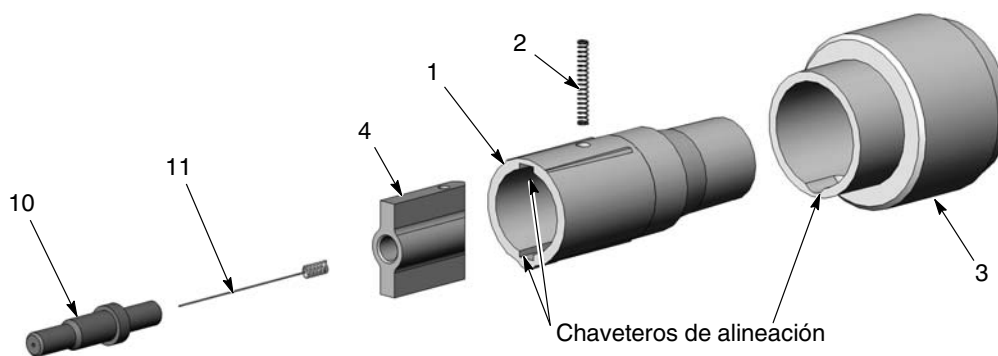

Figura 17 Sustitución del manguito del soporte de electrodo
- El soporte de electrodo se compone de los ítems 1-4 mostrados en la figura 17.
- El conjunto del soporte (3) contiene una resistencia. Si la resistencia falla, debe sustituirse todo el conjunto.